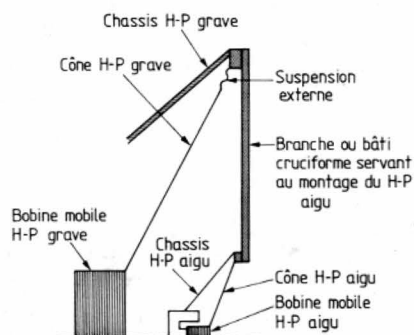
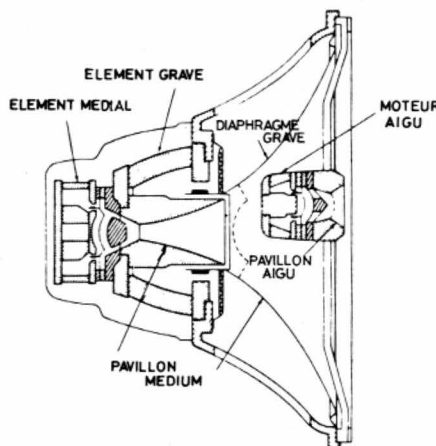

Fig. 41. - Principe de réalisation d'un haut-parleur coaxial à moteurs indépendants.
Fig. 42. - Vue en coupe du haut-parleur triaxial de Jensen à trois moteurs indépendants.
- soit deux moteurs électrodynamiques indépendants, l'un spécialisé dans le grave, l'autre dans l'aigu, dans un dispositif coaxial (fig. 41) ; voire même trois moteurs comme indiqué par la figure 42 ;